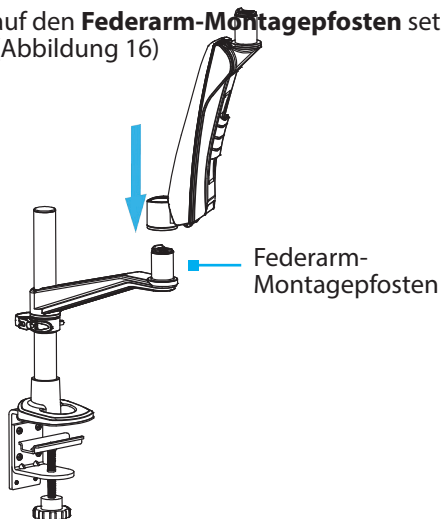

Abbildung 16
5. Den **Federarm** auf den **Federarm-Montagepfosten** setzen, bis er einrastet. (Abbildung 16)